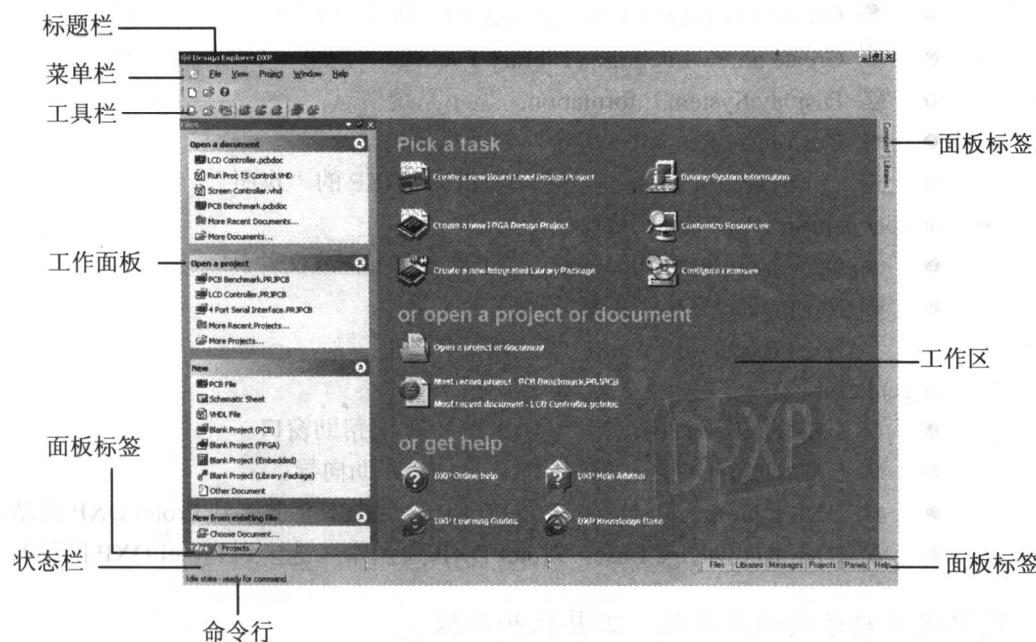

图 1-7 启动 Protel DXP 后的画面
启动 Protel DXP 应用程序以后，将会出现如图 1-7 所示的界面。不过，如果所使用的操作系统不同，首次看到的主窗口可能会有所区别。
在如图 1-7 所示画面的左窗格中显示了 Files 面板，它主要由 Open a document、Open a project、New、New from existing file 与 New from template（位于 Files 面板的最下方，图 1-7 中未显示出来）等操作区组成。这些操作区的特点如下所述。
- 锁定显示方式：此时工作面板将显示在窗口左、右两侧的固定位置，如图 1-7 所示的 Files 面板。